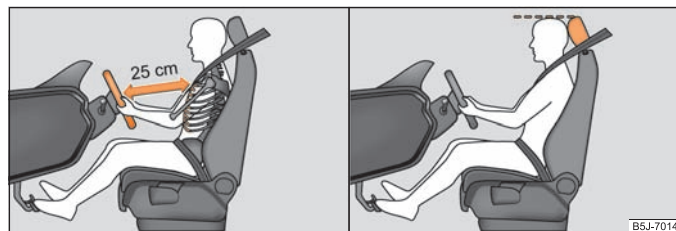

Abb. 108 Der richtige Abstand des Fahrers vom Lenkrad / Die richtige Kopfstützeinstellung des Fahrers
- Stellen Sie das Lenkrad so ein, dass der Abstand zwischen Lenkrad und Brustbein mindestens 25 cm beträgt \Rightarrow Abb. 108 - links.
- Stellen Sie die Kopfstütze so ein, dass die Oberkante der Kopfstütze sich möglichst auf einer Höhe mit dem oberen Teil Ihres Kopfes befindet \Rightarrow Abb. 108 - rechts.
- Der Fahrer muss einen Abstand zum Lenkrad von mindestens 25 cm einhalten ⇒ Seite 118, Abb. 108. Wenn Sie den Mindestabstand nicht einhalten, kann Sie das Airbag-System nicht schützen – Lebensgefahr!
- Stellen Sie die Kopfstütze so ein, dass die Oberkante der Kopfstütze sich möglichst auf einer Höhe mit dem oberen Teil Ihres Kopfes befindet ⇒ Seite 118, Abb. 108 - rechts.
- Stellen Sie die Kopfstützen so ein, dass die Oberkante der Kopfstützen sich möglichst auf einer Höhe mit dem oberen Teil Ihres Kopfes befinden ⇒ Seite 118, Abb. 108.